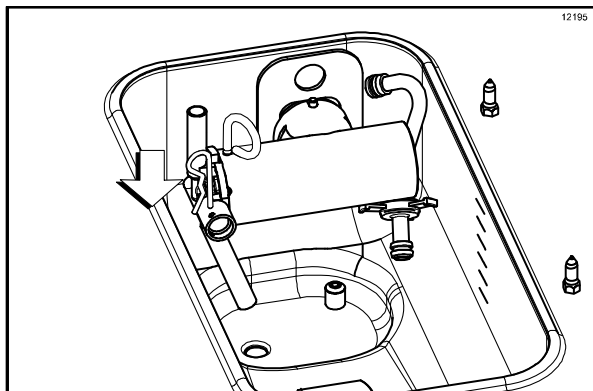

Figura 161
17. Remova a trava do tubo da bomba. Coloque o tubo de alimentação no canto do reservatório de mix. Coloque a trava na conexão de saída do conjunto da bomba em posição. (Veja a Figura 161.)